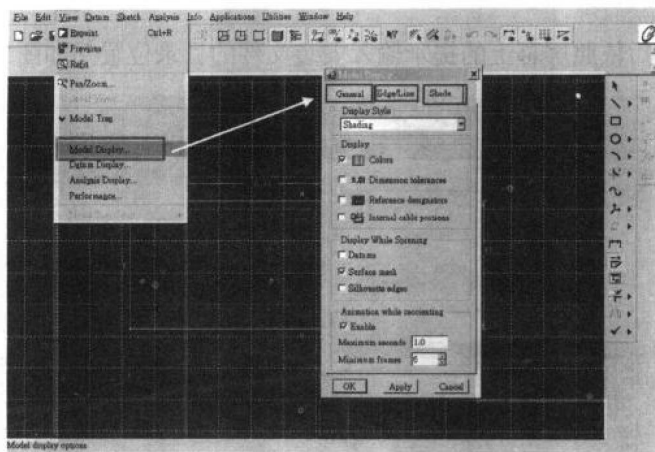

图1-10
(7) 详述 (Detail)：可以提供给设计者以最方便的方式来定义零件的尺寸标示与各种零件的定义，通过此种设计的特征方式，可以提供给设计者最方便快速的方式来定义标准的图形尺寸图案标注（如图1-10所示）。